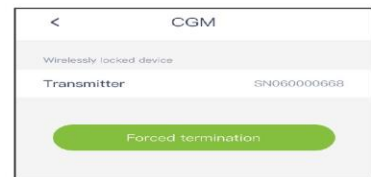

Рисунок 21 – Схема
1. Коснитесь значка в верхнем левом углу главного экрана или проведите пальцем по главному экрану слева направо, чтобы перейти в меню. Нажмите CGM («НМГ») и посмотрите SN трансмиттера, когда он находится в нормальном состоянии подключения к AnytimeWell (см. рисунок 21).